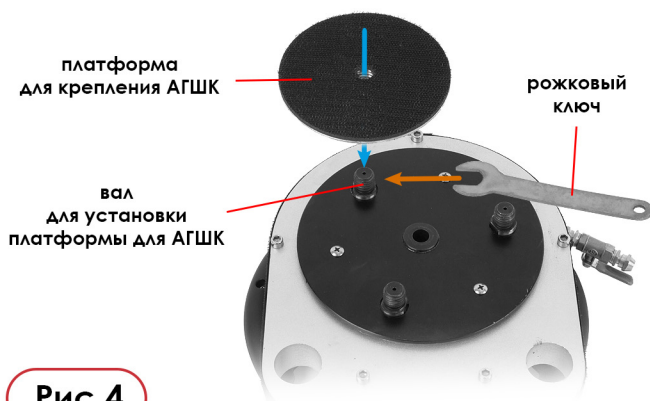

Рис.4
6. С помощью рожкового ключа установите в нижней части планетарной шлифовальной базы хотя бы одну (можно сразу все три) платформу для крепления АГШК. Это поможет вашей дальнейшей работе по подготовке инструмента к работе (Рис. 4).